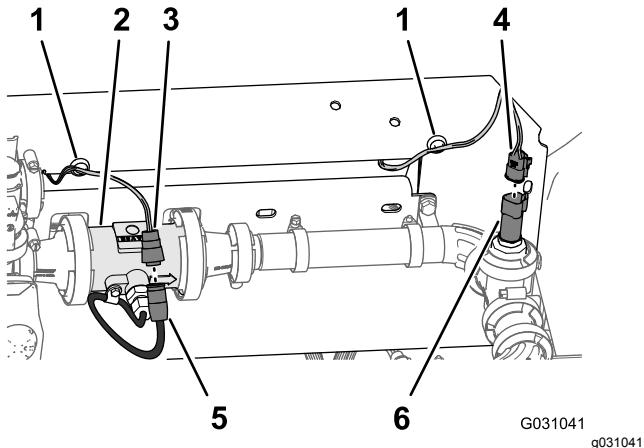

Figura 108
1. Enrute los conectores de las ramas de 218,4 cm y 75,5 cm del arnés de cables marcados **Flow Meter** (caudalímetro) y **Pressure Transducer** (transductor de presión) por detrás del soporte del distribuidor (Figura 108).
2. Conecte el conector hembra de 3 vías de la rama de 75,5 cm del arnés de cables del caudalímetro (sin etiquetar) en el conector de 3 pinos del arnés del caudalímetro (Figura 108).
3. Conecte el conector hembra de 3 vías de la rama de 218,4 cm del arnés de cables etiquetado **Pressure Transducer** (transductor de presión) en el conector de 3 pinos del transductor de presión (Figura 108).
4. Fije los anclajes magnéticos de los arneses del caudalímetro y el transductor de presión en la superficie del soporte del distribuidor (Figura 108).